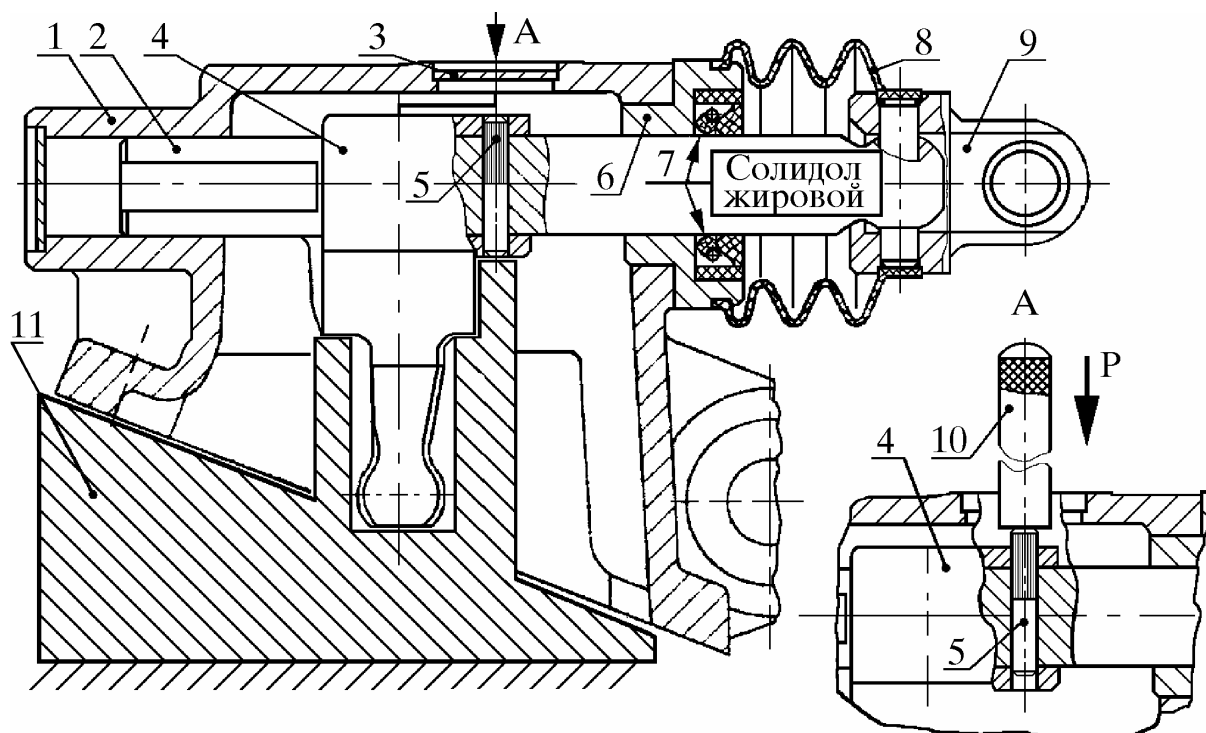

Рис. 10. Сборка механизма переключения передач с валом:
8.3.1. Установить поводок 4 (рис. 10) и корпус 1 механизма переключения передач в приспособление на верстаке отверстием под заглушку вверх
9.1.4. Обжать кромку выточки тяги управления в трех равномерно расположенных точках (см. рис. 10) так, чтобы люфт деталей поз. 2 и 3 отсутствовал (молоток ГОСТ 2310-77, оправка технологическая).